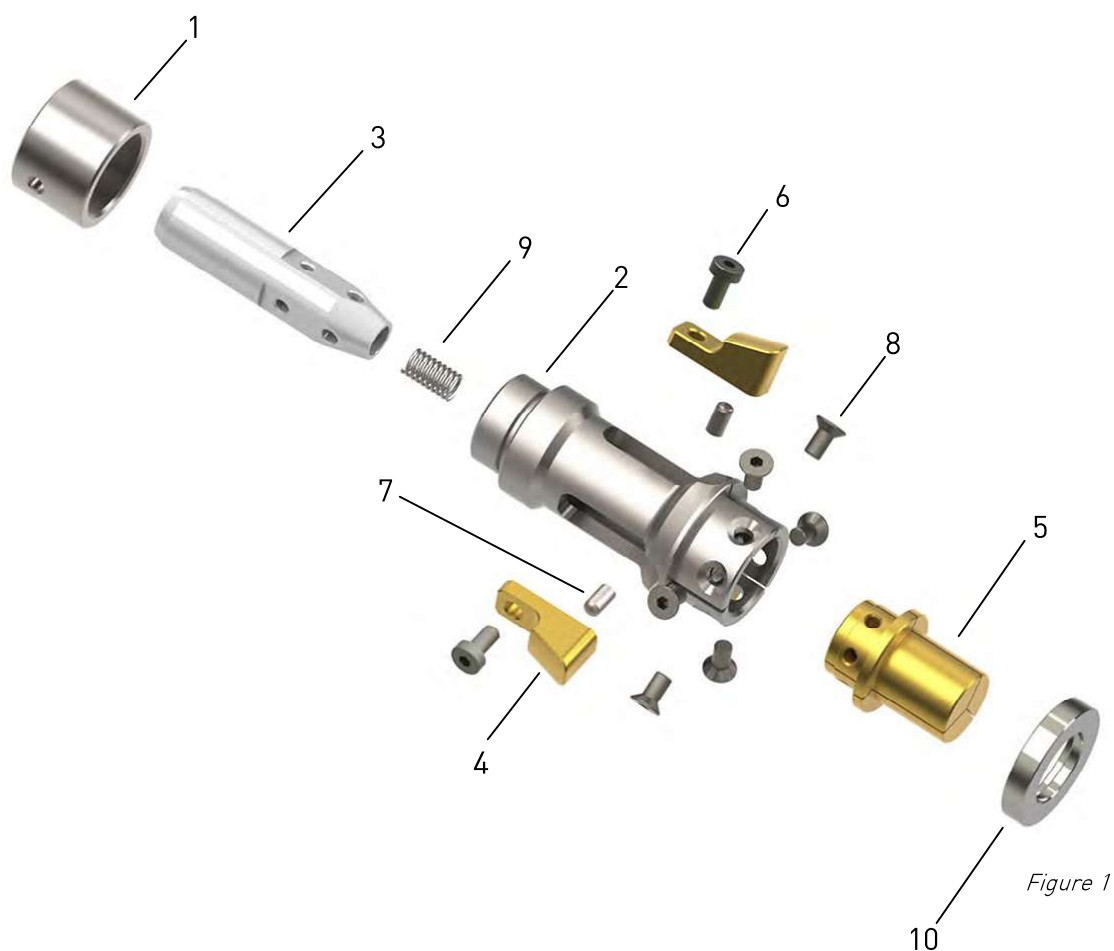

Figure 1
WIBEMO décline toutes responsabilités en cas de problème de mal-rond sur des mors trempés finis si les vis de fixation (8) (*voir figure 1*) ont été desserrées.
- 2) Démonter les mors ébauches du corps en dévissant les 6 vis de fixation des mors (8) (*voir figure 1*)